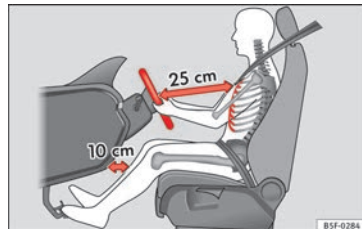

Fig. 46 Distance correcte entre le conducteur et le volant.
- Réglez le volant de sorte que la distance entre celui-ci et votre cage thoracique soit d'au moins 25 cm » fig. 46.
- Réglez le siège du conducteur de manière à laisser une distance minimale de 25 cm entre votre cage thoracique et le centre du volant » fig. 46. Si la distance est inférieure à 25 cm, le système d'airbags peut ne pas vous protéger correctement.
- Réglez le siège du conducteur ou le volant de sorte que la distance entre celui-ci et votre thorax soit au moins de 25 cm » fig. 46. Si vous ne respectez pas cette distance minimale, le système d'airbag sera dans l'incapacité de vous protéger – danger de mort !